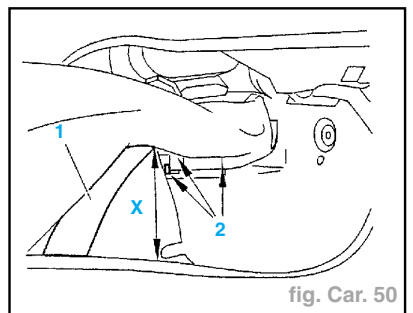

fig. Car. 50
- A l'aide d'une cale en bois (1), soulever partiellement d'une hauteur X = 20 cm, le tapis de sol à l'avant droit (fig. Car. 50).
- Déposer les trois écrous (2).